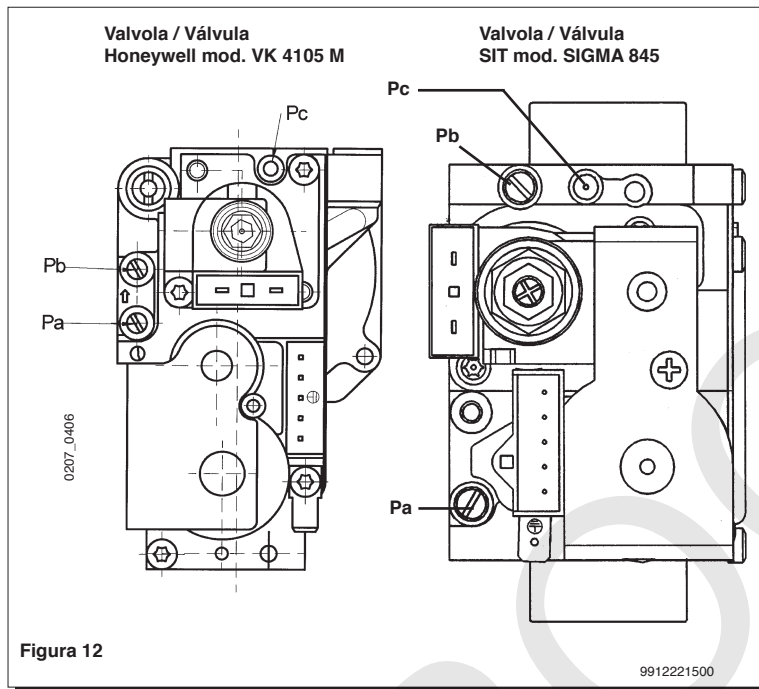

Figura 12
Le modalità di taratura del regolatore di pressione sono leggermente differenti a seconda del tipo di valvola del gas utilizzata (HONEYWELL o SIT vedi figura 12).
- collegare la presa di pressione positiva di un manometro differenziale, possibilmente ad acqua, alla presa di pressione (Pb) della valvola del gas (figura 12). Collegare, solo per i modelli a camera stagna, la presa negativa dello stesso manometro ad un apposito "T" che permetta di collegare insieme la presa di compensazione della caldaia, la presa di compensazione della valvola del gas (Pc) ed il manometro stesso. (Una pari misura può essere effettuata collegando il manometro alla presa di pressione (Pb) e senza il pannello frontale della camera stagna); Una misura della pressione ai bruciatori effettuata con metodi diversi da quelli descritti potrebbe risultare falsata in quanto non terrebbe conto della depressione creata dal ventilatore nella camera stagna.
- verificare che la pressione dinamica di alimentazione della caldaia, misurata alla presa di pressione (Pa) della valvola del gas (figura 12) sia quella corretta (30 mbar per il gas butano, 37 mbar per il gas propano o 20 mbar per il gas naturale).
Las modalidades de calibrado del regulador de presión difieren ligeramente según el tipo de válvula del gas utilizada (HONEYWELL o Sit, véase figura 12).
- conectar la toma de presión positiva de un manómetro diferencial, posiblemente de agua, a la toma de presión (Pb) de la válvula del gas (figura 12). Conectar, sólo para los modelos a cámara estanca, la toma negativa del mismo manómetro a un especial "T" que consienta conectar entre ellos la toma de compensación de la caldera, la toma de compensación de la válvula del gas (Pc) y el manómetro mismo. (Se puede efectuar una medición equivalente conectando el manómetro a la toma de presión (Pb) y sin el panel frontal de la cámara estanca); Una medición de la presión en los quemadores efectuada con métodos diferentes a los descritos podría resultar incorrecta, dado que no tomaría en cuenta la depresión creada por el ventilador en la cámara estanca.
- controlar que la presión dinámica de alimentación de la caldera, medida en la toma de presión (Pa) de la válvula del gas (figura 12), sea correcta (28 mbar para el gas butano, 37 mbar para el gas propano o 20 mbar para el gas natural).